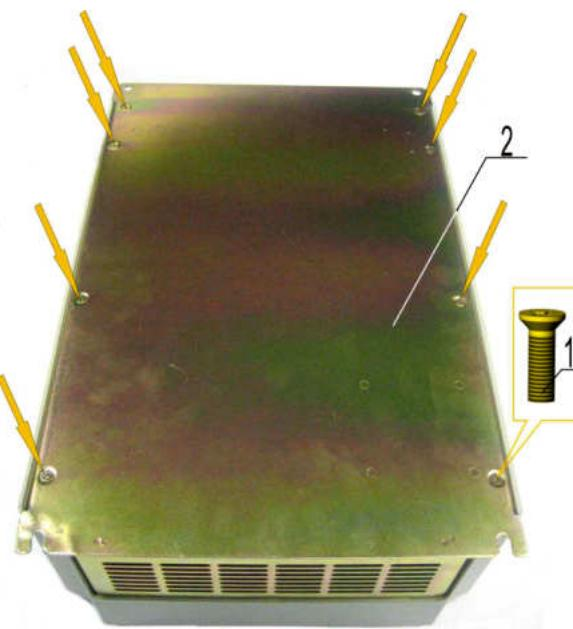

Рис. 6.22
- 6.15.1. Перевернуть корпус основанием вверх (рис. 6.22)